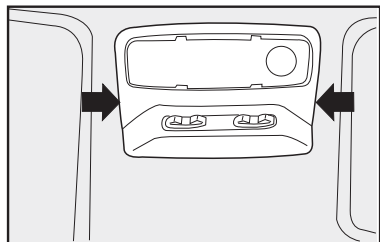

fig. 67
Algunas versiones pueden presentar otro tipo de conjunto de luz interna, como el representado en las **figs. 67 y 68**.
- con un destornillador en los puntos indicados por las flechas, saque el conjunto de luz interna montado a presión por las trabas **fig. 67**;